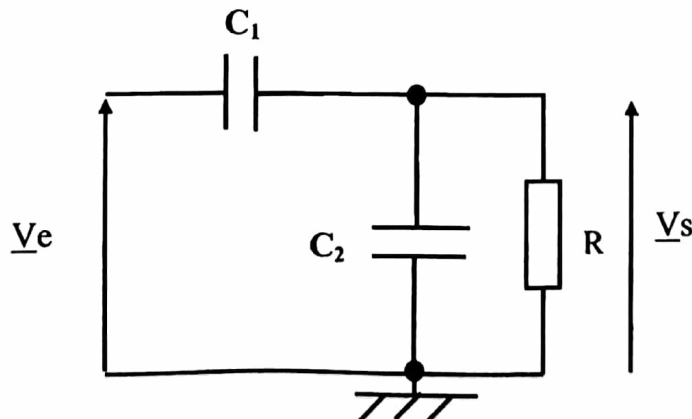

Figure 1
- 1- On considère le filtre passif dont le schéma est représenté ci-dessous (figure 1).
1-3 Déterminer la nature du filtre réalisé par le montage de la figure 1.